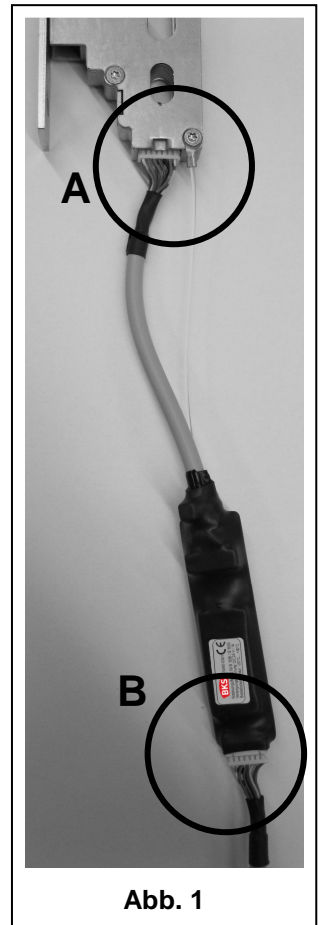

Abb. 1
- Mit einem Schraubendreher Torx T15 die Deckenschraube neben der Anschlussbuchse lösen (Abb. 1.A).
Das Motorschloss mit montierter Notstrompufferung kann nun gem. Anleitung C59803000 (Installationsanleitung Motorschloss für Rohrrahmensysteme B 1956 und B1959) montiert werden. Der Anschlussstecker des Anschlusskabels wird hierbei mit der Anschlussbuchse der Notstrompufferung verbunden (Abb. 1.B).